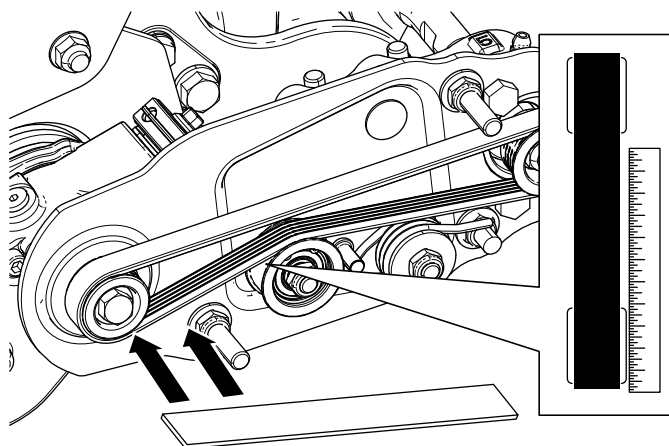

Figura 21
1. Coloque una regla contra la cara exterior de la polea motriz (Figura 21).